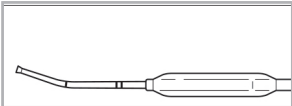

Figura 7: Curvatura sfenoidale
- Seni sfenoidali:** quando si trattano gli osti del seno sfenoidale, si raccomanda una curvatura leggera (Figura 7).